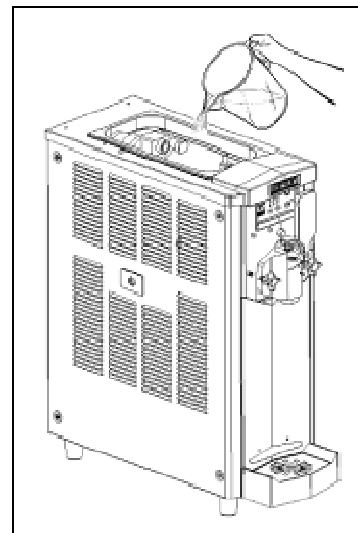

Abb. 28
- Produkt in die obere Wanne geben (Abb.28) und abwarten, dass es in den Gefrierzylinder abläuft.